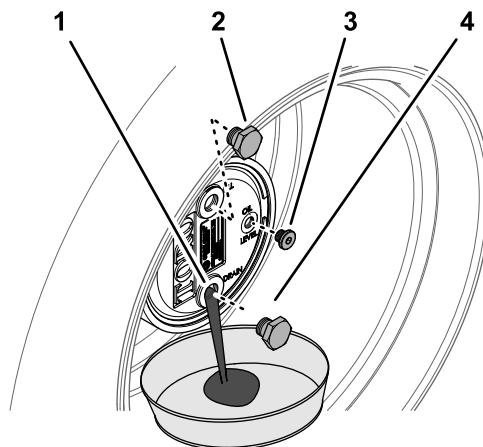

Figura 65
2. Retire el tapón de llenado en la posición de las 12 y compruebe el tapón en la posición de las 3 (Figura 65).
3. Coloque un recipiente debajo del cubo planetario, retire el tapón de vaciado en la posición de las 6 y deje que se drene el aceite (Figura 65).
5. Instale el tapón de vaciado en el orificio de vaciado del alojamiento de los engranajes planetarios (Figura 65).